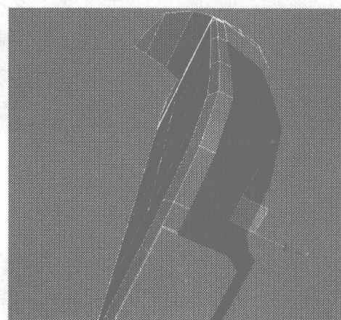

图 4.411
- 02 选择如图 4.411 所示的面，在 Edit Geometry 卷展栏中单击 **Detach** 按钮，在弹出的对话框中依照默认值进行设置，单击 OK 按钮，将该面单独分离出来。